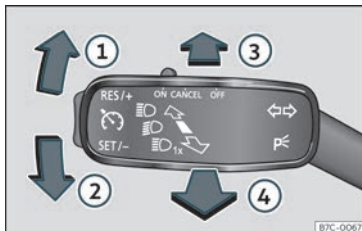

Fig. 89 Manípulo das luzes indicadoras de mudança de direção e dos máximos.
- A partir da posição base, pressione para a frente o manípulo dos indicadores de mudança de direção e de máximos >>> **Fig. 89** . Quando aparece a luz  no ecrã do painel de instrumentos, o assistente de máximos está ligado.
- **OU:** com a luz de máximos ligada, puxe para trás o manípulo dos indicadores de mudança de direção e de máximos >>> **Fig. 89** .